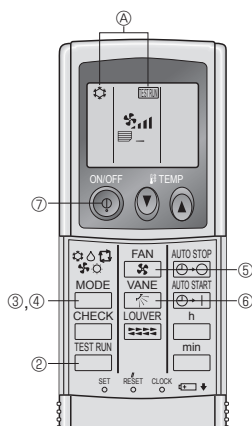

Fig. 7-5
7.2.2. Med trådlös fjärrkontroll (Fig. 7-5)
① Slå på strömmen till enheten minst 12 timmar före testkörningen.
② Tryck på [TEST RUN] -knappen två gånger i följd.